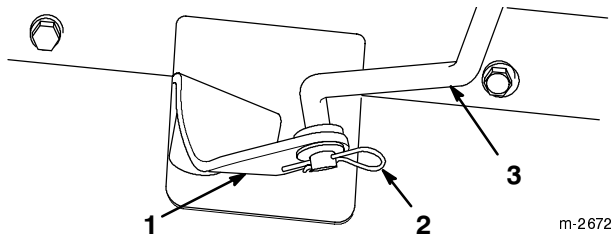

Figure 26
3. Retirez la goupille fendue et la rondelle plate. Dégagez la tige de changement de vitesse hors du trou du bras de changement de vitesse (Fig. 26).